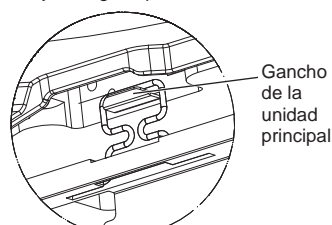

Fig. 6-6
- Después de apretar el tornillo, confirme que los dos ganchos de la rejilla (Fig. 6-6) estén sujetos en los ganchos de la unidad principal.